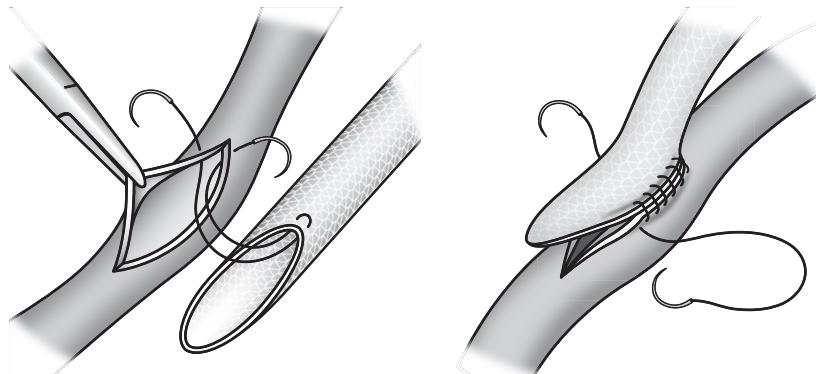

Fig. 5
2. Monofilamentpolypropylen er det foretrukne suturmateriale. Under suturering kranterne af protesen udad for at sikre, at den fulde vægtykkelse og et trådøje bliver dækket af hver sutur. Fig. 5. Det tilrådes kun at anvende ikke-skærende nåle, når der sutureres.